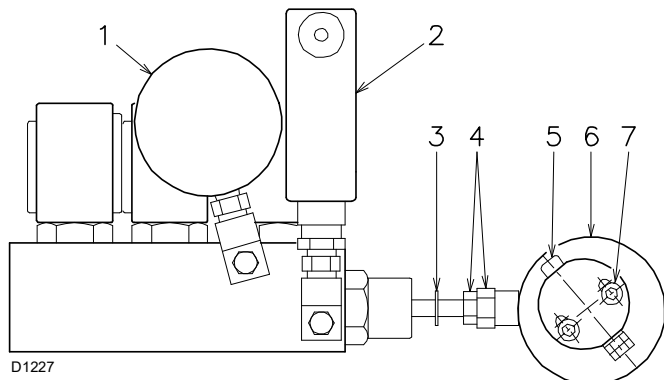

Abb. 27
Der Druckwert am Rücklauf der Düse wird vom Druckmesser 1)(Abb. 27) angegeben.
Die Korrekturen des Drucks in der Rücklaufleitung werden durch Verstellen des Exzenters 6)(Abb. 27) und der Mutter mit Kontermutter 4)(Abb. 27) erzielt.
- Den Kolben des Druckwandlers nie bis auf den Anschlag bringen: der Anschlagring 3)(Abb. 27) bestimmt den maximalen Hub.
Der Düsendurchsatz ergibt sich aus dem Diagramm (Abb. 26 auf Seite 24), das dem am Manometer 1)(Abb. 27) abgelesenen Rücklaufdruck der Düse entspricht.